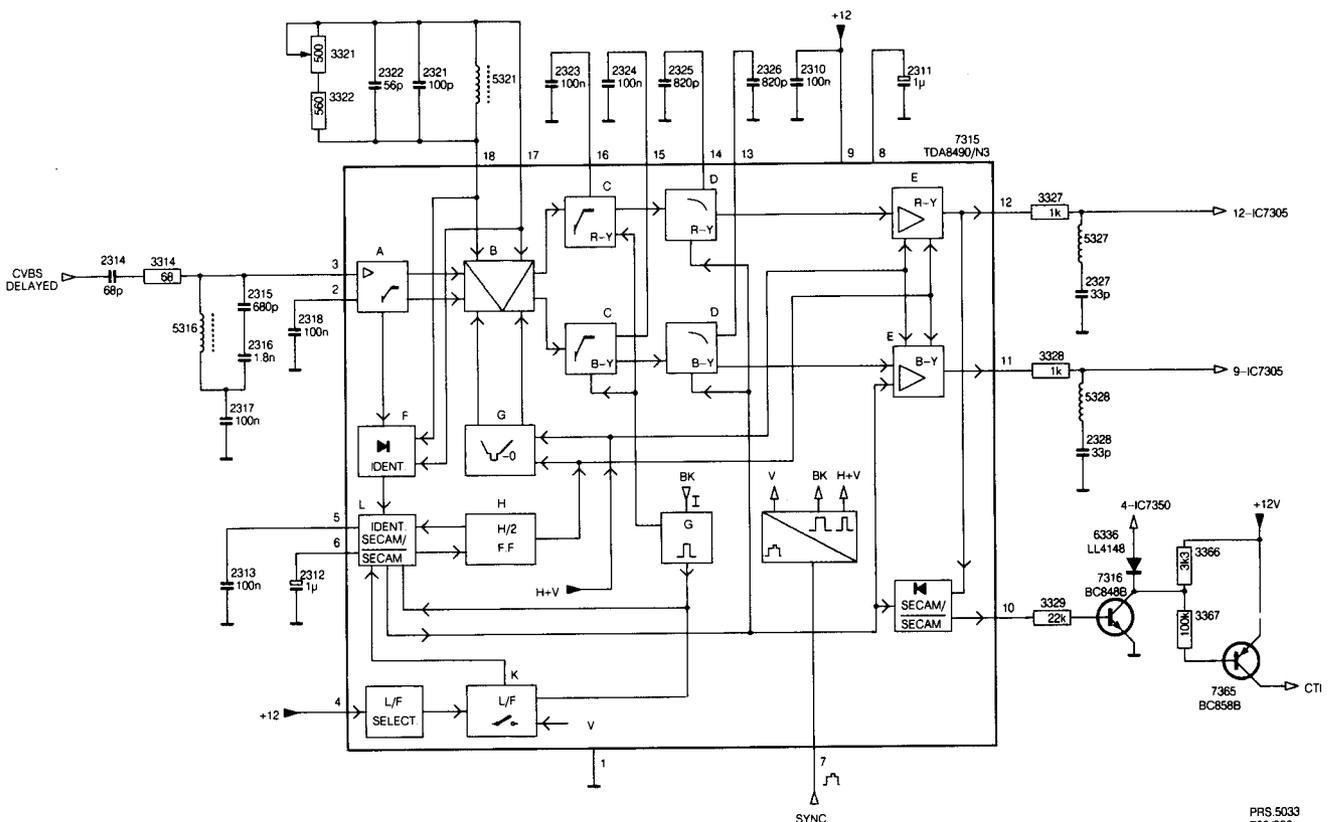

Bild 5.6
5.5 Der SECAM-Decoder (Bild 5.6)